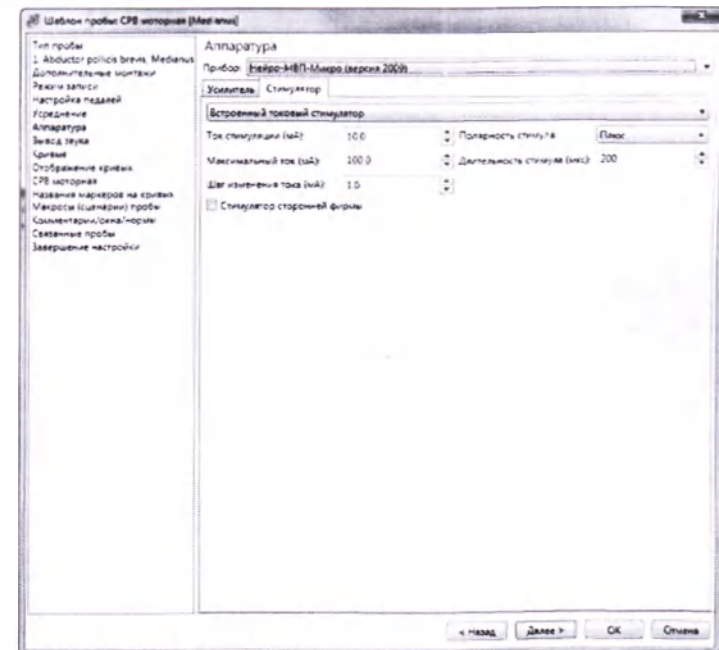

Рис. 10.1
Если используется синхровход для запуска регистрации от внешнего стимулятора, то следует выполнить команду меню **Настройка|Шаблоны проб|Настройка**, выбрать необходимый шаблон пробы, нажать кнопку «Изменить» и на странице «Аппаратура|Стимулятор» установить флажок-галочку «Стимулятор сторонней фирмы» (рис. 10.1).
3. Запустите программу, в настройках параметров регистрации (см., например, рис. 10.1) установите флажок-галочку «Стимулятор сторонней фирмы».
4. В настройках стимуляции желательно указать те значения параметров стимула, которые выставлены на внешнем стимуляторе, так как именно эти значения сохраняются вместе с кривой и участвуют в анализе. Обратите внимание, что флажок-галочка «Стимулятор сторонней фирмы» (рис. 10.1) должен быть сброшен (очищен)!